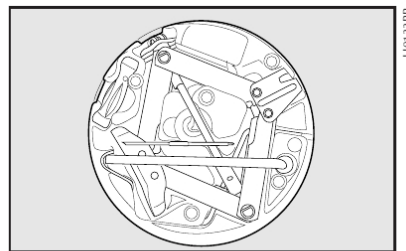

fig. 17
- Colocar o macaco no suporte das ferramentas **fig. 17**, encaixando de modo a evitar vibrações, ou que se solte durante a marcha.